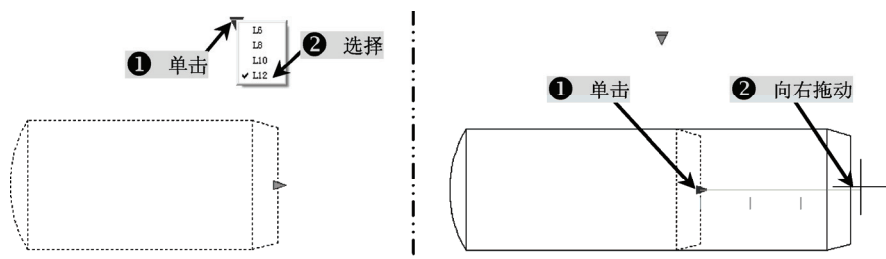

图 9-39 测试可见性动态块
10) 单击“保存块”按钮进行保存, 单击“测试块”按钮进入“测试块”窗口, 单击动态块, 则会出现“可见性”参数操作时插入的可见性箭头, 单击该箭头, 会出现一个下拉菜单, 菜单上会显示刚才设置的可见性名词, 选择一个名称, 则动态块将自动显示该可见性名称下的图形; 图形的右边有拉伸拖动夹点, 单击该夹点进行拖动, 拖动距离是前面为该图形设置的距离, 如图 9-39 所示。